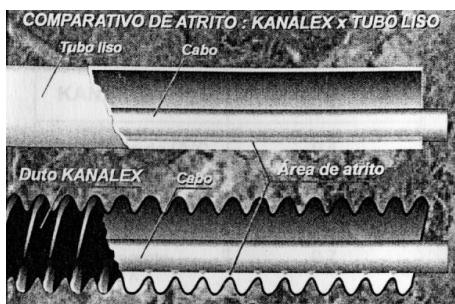

Figura 1
- d) A causa del bajísimo coeficiente de fricción entre el ducto y el cable, es posible ampliar las distancias entre las cajas de paso o de inspección, reduciendo de forma acentuada los costos de mano de obra y tiempo de ejecución (Figura 1, Tabla 1).